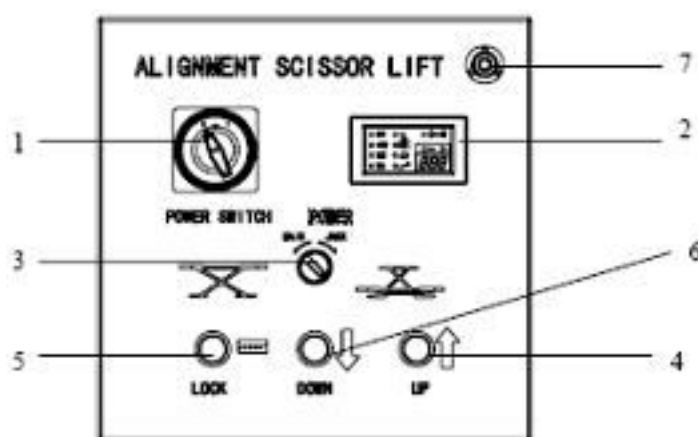

Рис.22
- Убедитесь, что блок управления включен (рис.22).